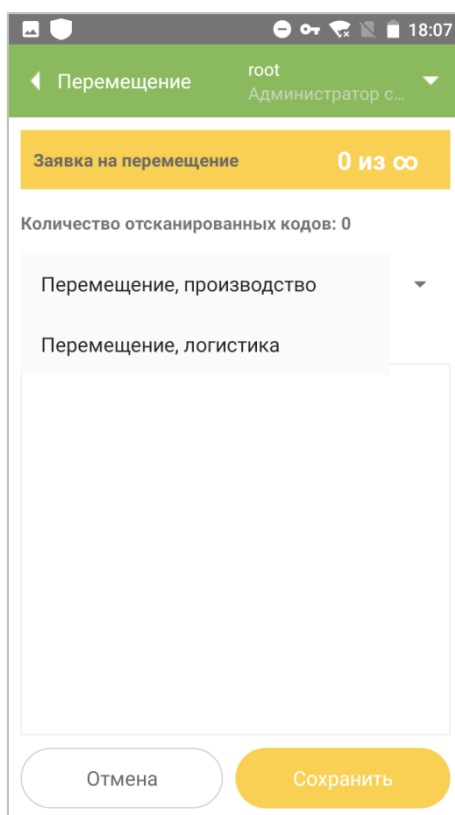

Рисунок 10.3
3. При необходимости выбрать из выпадающего списка вариант перемещения кодов (Рисунок 10.3):